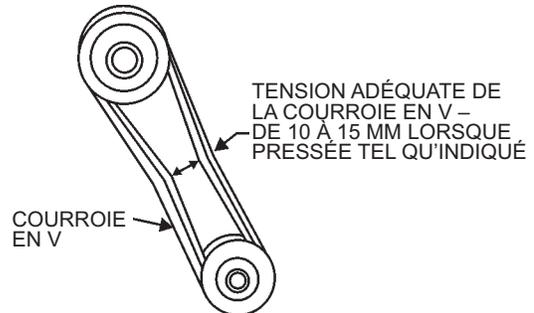

Figure 9. Tension de la courroie en V
2. La tension de la courroie en V est adéquate si la courroie V fléchit de 10 à 15 mm lorsque pressée avec un doigt à mi-chemin entre l'embrayage et l'axe de poulie du vibreur (Figure 9).
3. Placer le levier de robinet à essence (Figure 9) à la position **OFF**.